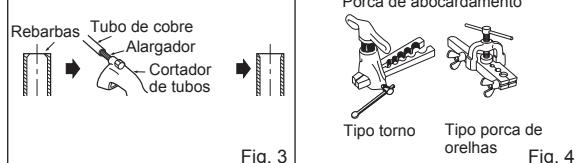

Fig. 3
- 2) Retire completamente todas as rebarbas da secção transversal de tubo. (Fig. 3)